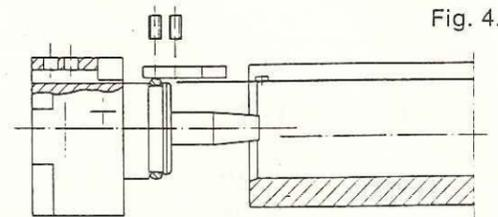

Fig. 4.
1. Klemmstück Innen (T) einschieben und mit Gewindestiften fixieren. (Siehe Bild 4)